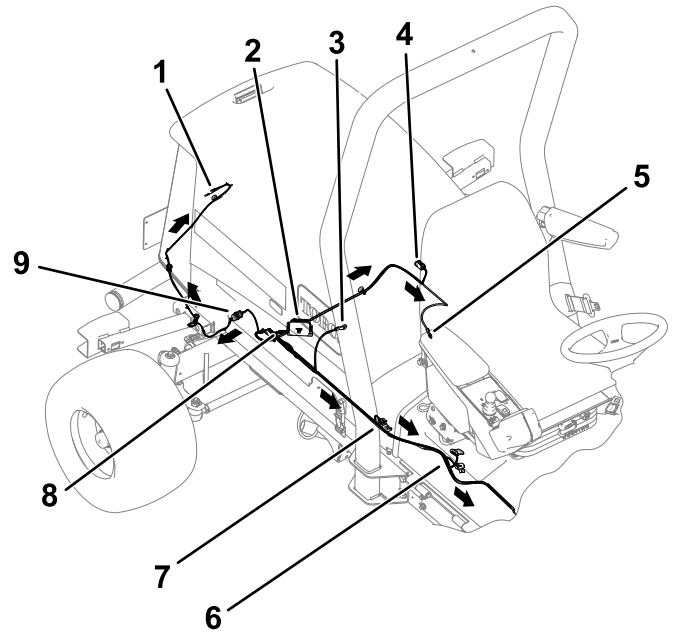
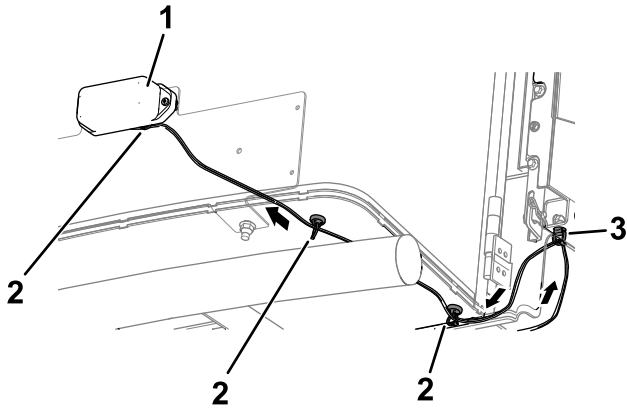

Figura 17
Figura 19
4. Disponete il cablaggio preassemblato sul lato sinistro della macchina, come illustrato nella Figura 17.
5. Collegate il montante della messa a terra del motore del cablaggio preassemblato alla morsettiera di messa a terra (Figura 17).
6. Collegate il cablaggio preassemblato alle luci posteriori destra e sinistra (Figura 17).
- Utilizzate il cablaggio dell'adattatore lungo per collegare il cablaggio preassemblato alle luci della targa. (Figura 17 e Figura 19).
Fate riferimento a Figura 19 per la posizione corretta del supporto di fissaggio magnetico. Posizionate 1 magnete sulla superficie interna del supporto della targa. Fate passare il cablaggio dell'adattatore attraverso la clip di fissaggio che avete installato al passaggio precedente.
- Continuate a disporre il cablaggio preassemblato lungo la guida del telaio di destra (Figura 17).
- Collegate il terminale ad anello all'avviamento (Figura 17).
- Collegate il cablaggio preassemblato alla lampada di segnalazione (Figura 17).
- Collegate il cablaggio preassemblato all'interruttore di folle (Figura 17).